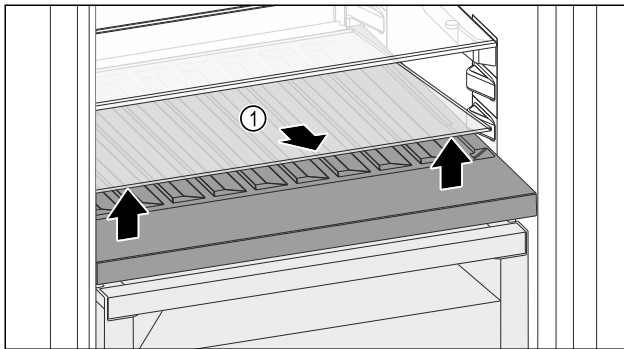

Fig. 149
- ▶ Glasplatte Fig. 149 (1) an der Aussparung vorne anheben und herausnehmen.
- ▶ Glasplatte Fig. 149 (1) außerhalb des Geräts sicher aufbewahren.
- ▶ Glasplatte (2) unter der variablen Flaschenablage einlegen.